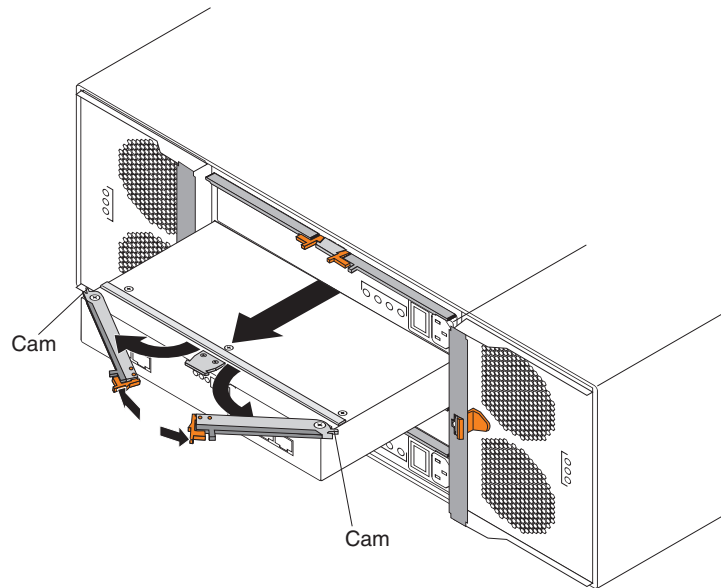

Figura 53. Removendo e Substituindo um ESM (Environmental Service Module)
7. Aperte as travas juntas e puxe as alavancas abertas para soltar o ESM do gabinete. As travas são as guias na cor laranja nas alavancas (consulte a Figura 53).